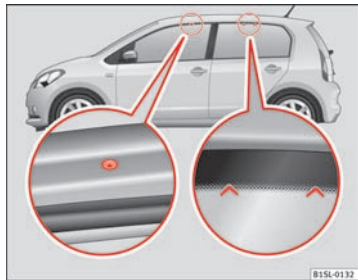

Fig. 70 Fastgørelsespunkter til tagbøjler og tagbøjlesystem
Hullerne til fastgørelse foran er placeret på undersiden af tagpanelerne og er lukket med kunststofskruer ⇒ Fig. 70 (forstørret udsnit til venstre). Hullerne kan kun ses, når døren er åben. Markeringerne til den bageste fastgørelse er placeret øverst på sideruderne bagi ⇒ Fig. 70 (forstørret udsnit til højre).
- Tagbøjlerne må kun monteres ved de markeringer, der er vist på billedet ⇒ Fig. 70.